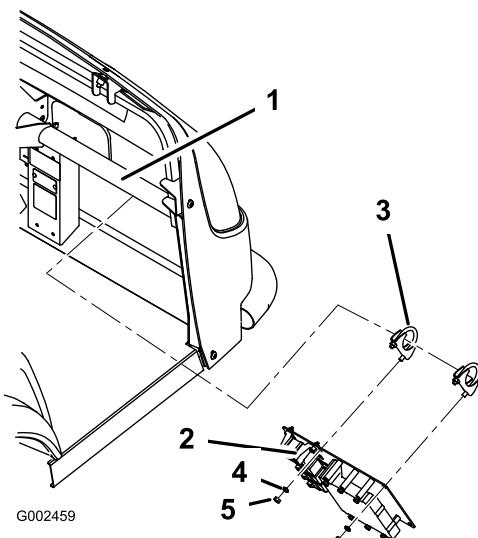

Figura 11
- C. Para el sistema de pulverización Workman 200, instale la placa de montaje usando 2 abrazaderas (5/16 x 3/4 pulgada) 2 tuercas (5/16 pulgada) y 2 arandelas de freno, (5/16 pulgada) según se muestra en Figura 11.